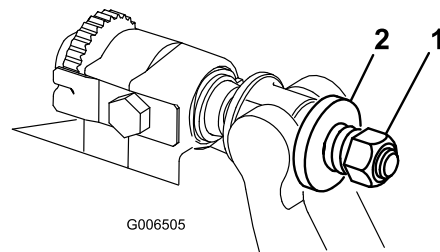

Figura 40
5. Apriete la tuerca de tensado del muelle hasta que el muelle esté comprimido del todo, luego aflójela $\frac{1}{2}$ vuelta (Figura 40).